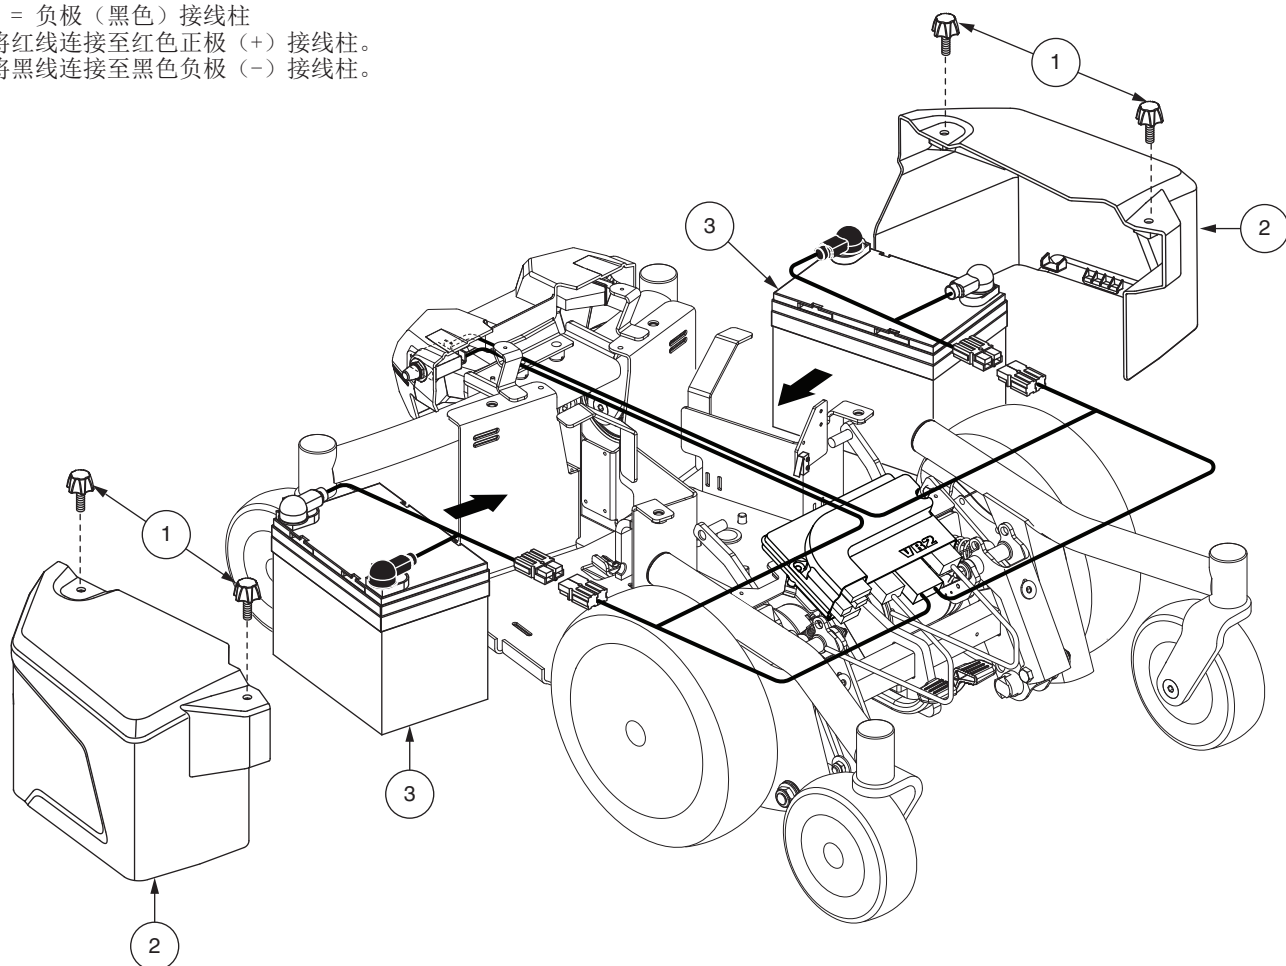

图 17. 电池安装 (去除了座椅以便更清楚的显示)
3. 移除顶部覆盖物。见图17。
5. 从电基上断开电池线束。见图17。
7. 从旧电池上拆下电池线束，并将其安装到新电池上。确保接线设备朝向正确方向。见图 17。
8. 将新蓄电池装入蓄电池座盘。确保每个蓄电池的接线柱面向电动轮椅前部。见图17。